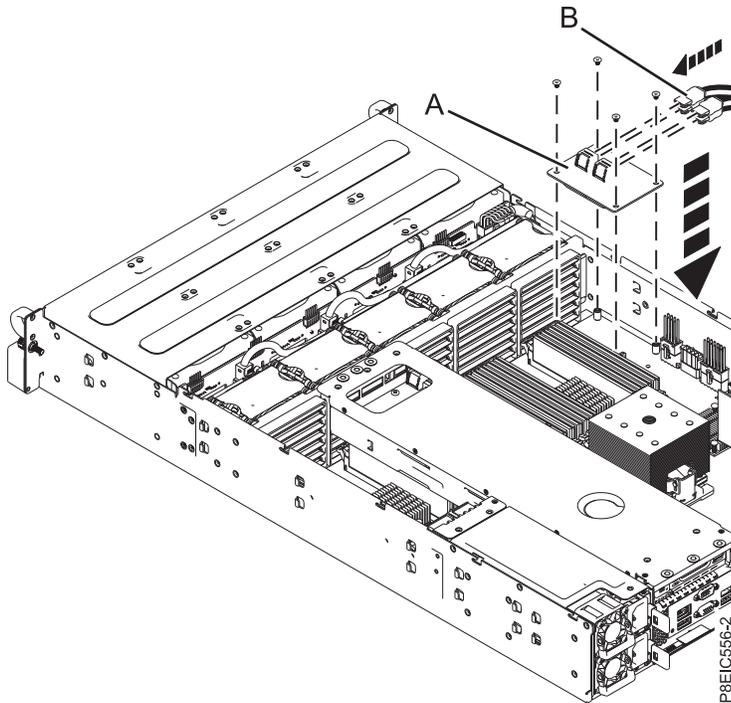

Abbildung 41. Mezzanine-Speicherkarte austauschen
2. Bringen Sie die vier Schrauben an, mit denen die Mezzanine-Speicherkarte an der Systemrückwandplatte befestigt ist, und ziehen Sie sie fest (siehe Abb. 41 auf Seite 36).